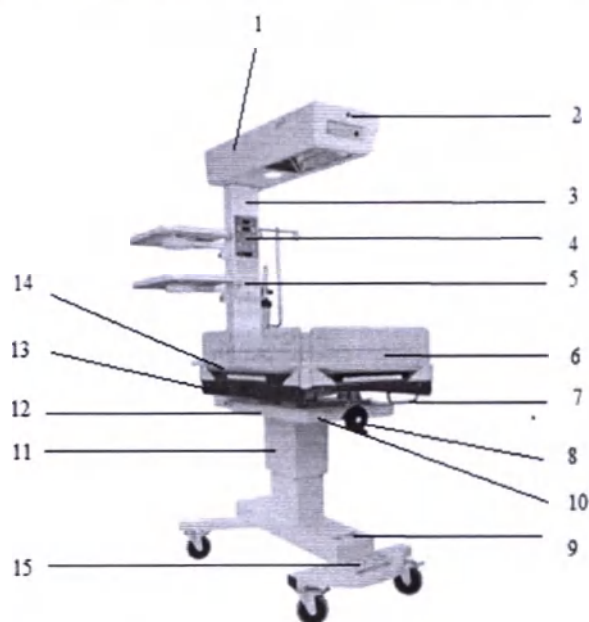

Рисунок 1 – Стол СНО1-сб1. Общий вид.
- блок питания и управления для обеспечения вторичным питанием всех электронных узлов стола и для управления нагревателем по сигналам контроллера 4 (в соответствии с рис.1);